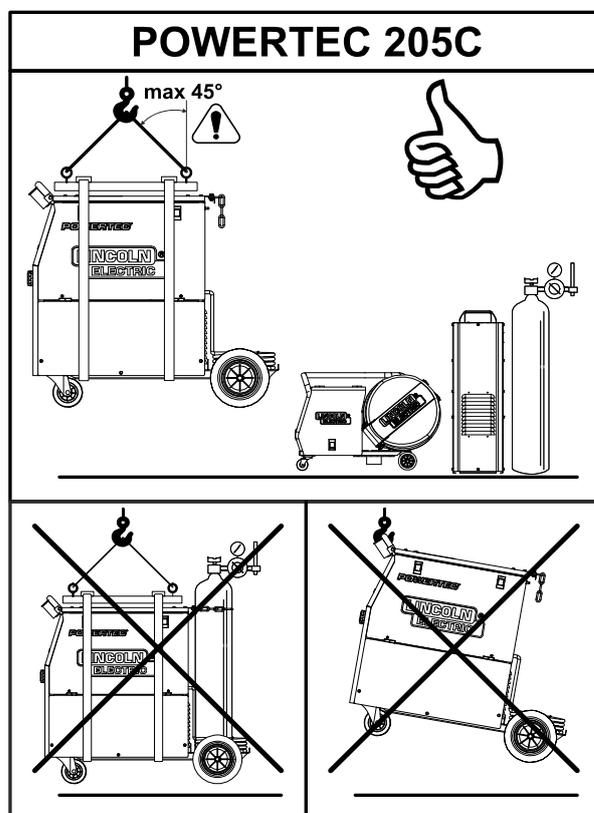

Figura 20.
Para transportar y levantar de manera segura la POWERTEC 205C, vea la figura 20:
- Use un equipo de capacidad adecuada para levantar y sostener la unidad. Utilice una traviesa y al menos dos correas, como muestra la figura 20.
- Aplique una carga axial a 45 grados, como muestra la figura 20.